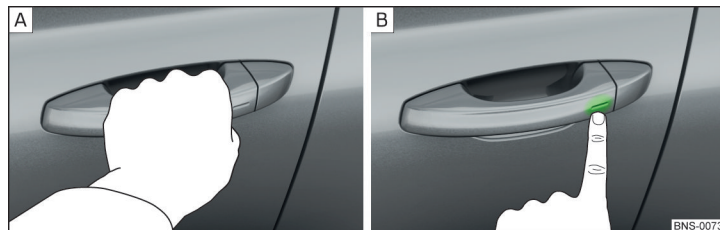

Fig. 49 Déverrouiller le véhicule / verrouiller le véhicule
- » Saisissez la poignée pour **déverrouiller** » fig. 49 - **A** le véhicule.
- » Touchez le capteur sur la poignée avec le doigt pour **verrouiller - le véhicule** » fig. 49 - **B**.
- Toucher le capteur sur la poignée avec le doigt dans les 5 sec » fig. 49 à la page 63 - . Les clignotants clignotent une fois pour confirmer la désactivation.